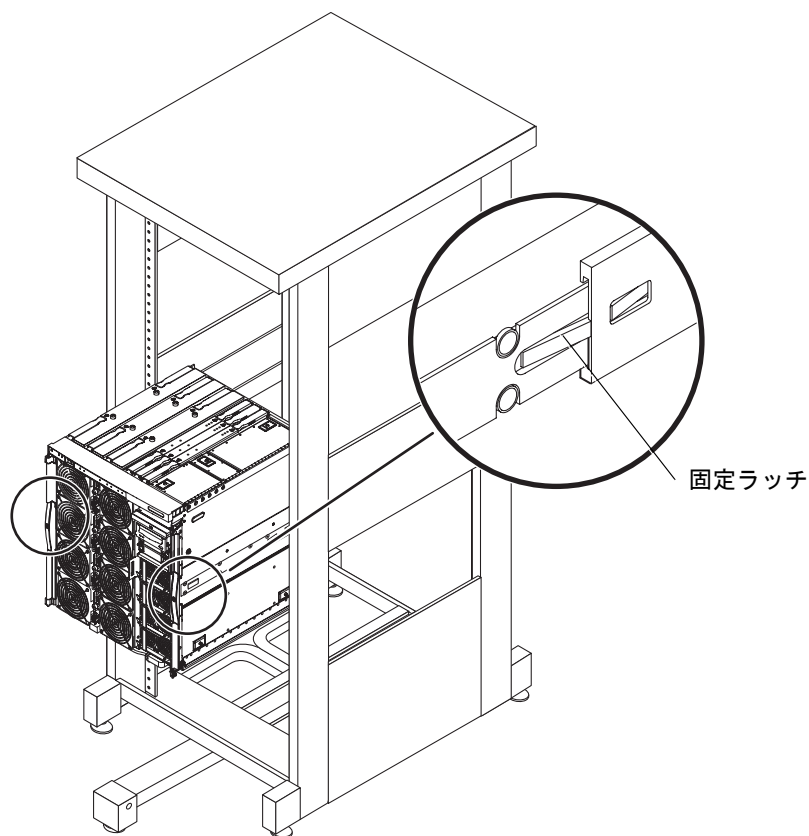

図 3-2 システムキャビネットからのシステムの引き出し
3. 固定ラッチがカチッと音をたてるまで、システムキャビネットの正面からシステムを手前に慎重に引き出します (図 3-2)。
3. システムの正面側から、システムをシステムキャビネットに挿入します (図 3-2)。